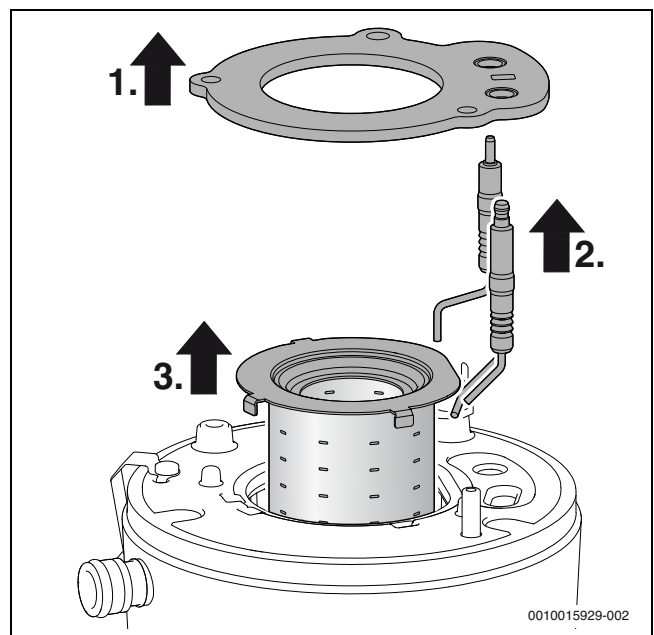

Fig. 46 Retirar el quemador
- ▶ Cada vez que se abra el quemador, sustituir la junta de quemador (→ fig. 46, pos. [1]) y las demás juntas afectadas por esta medida. (máxima vida útil de la junta de quemador: 7,5 años)